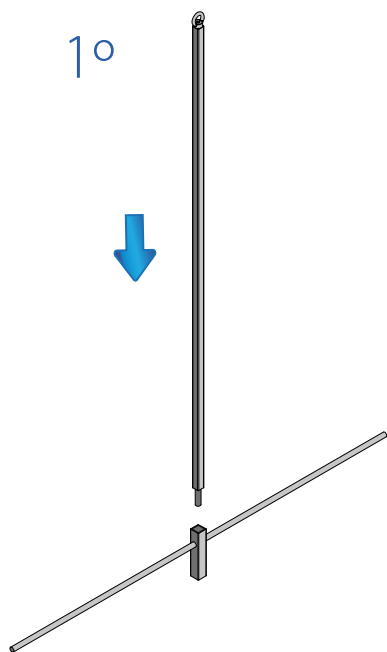

Fig. 47. Montaje de guía telescópica
1. Deslizar la pieza de cuadradillo que lleva un cáncamo soldado a través del cuadradillo corto de la otra pieza que tiene una varilla soldada a cada lado. (Fig. 47).